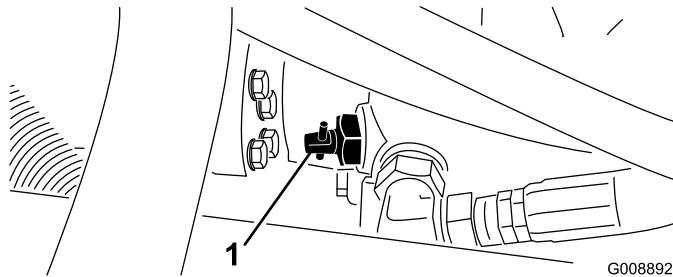

Bild 42
1. Ermitteln Sie das Sicherheitsventil an der Pumpe (Bild 42) und drehen Sie das Ventil um 90 Grad.